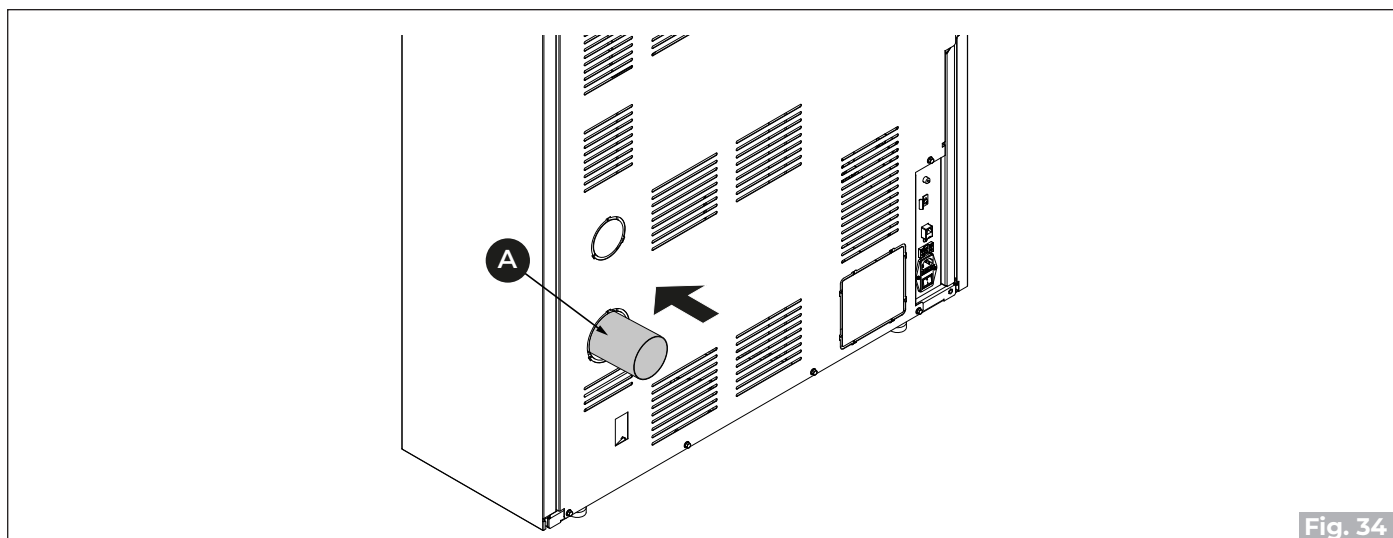

Fig. 34
- Schließen Sie das Rauchabzugsrohr **(A)** (**Fig. 34**)